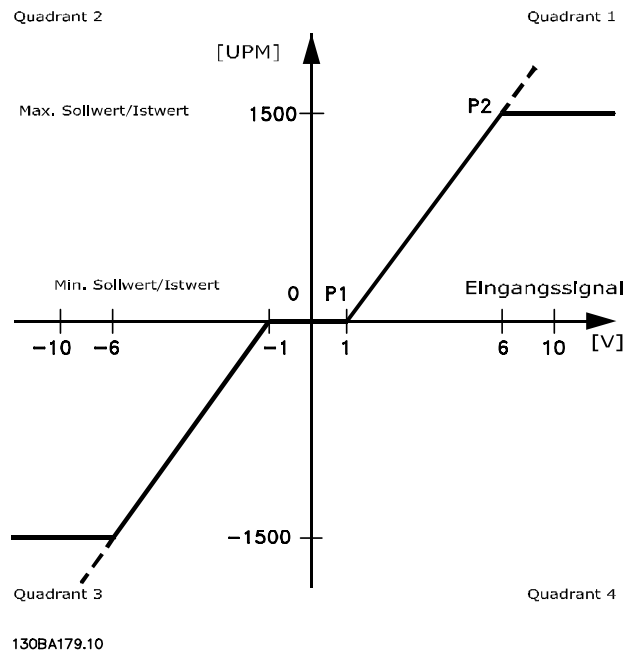

Abbildung 2.28 Totzone
- Der minimale Sollwert (siehe *Tabelle 2.9* für relevanten Parameter) oder der maximale Sollwert muss Null sein. Mit anderen Worten:P1 oder P2 muss auf der X-Achse in *Abbildung 2.28* liegen.
Die Größe der Totzone wird von P1 oder P2 definiert, wie dies in *Abbildung 2.28* gezeigt wird.